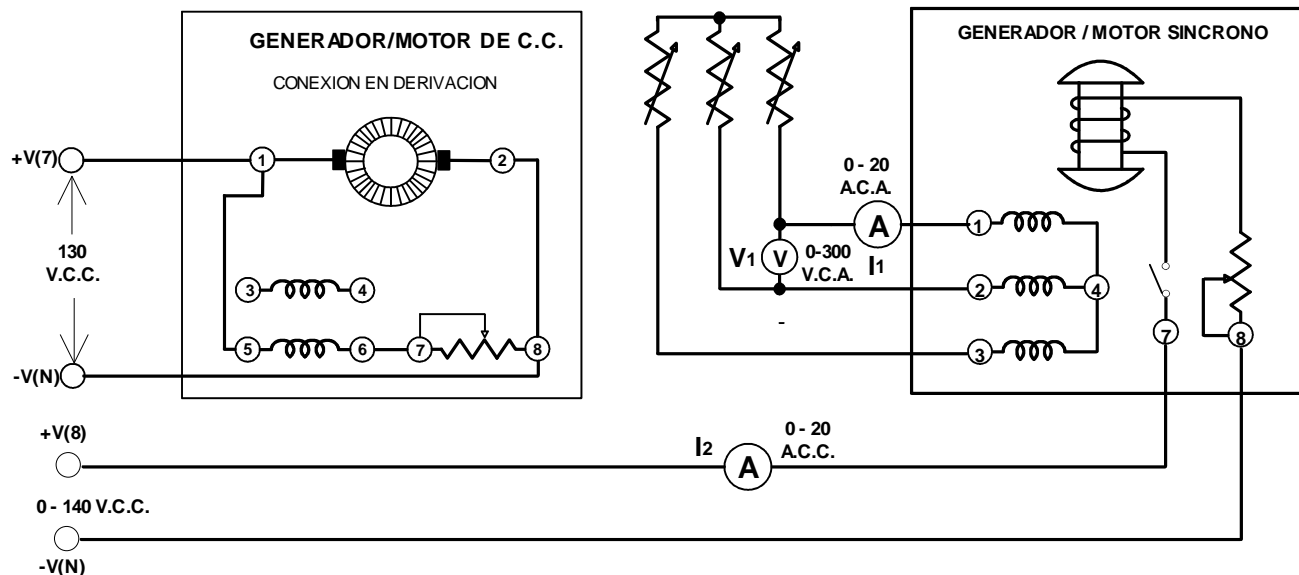

Fig. A2-1
- 1.- Conecte el circuito de la figura A2-1, usando el generador/motor síncrono, generador/motor c.c., módulo de resistencias, fuente de alimentación e instrumentos de medición del panel. Observe que la carga resistiva balanceada está conectada en estrella a la salida del alternador. El rotor del alternador está conectado a la salida variable de 0-140 V.c.c. de la fuente de alimentación terminales +V(8) y -V(N). El devanado del motor en derivación de c.c. se conecta a la salida fija de 130 V.c.c. de la fuente de alimentación +V(7) y -V(N).